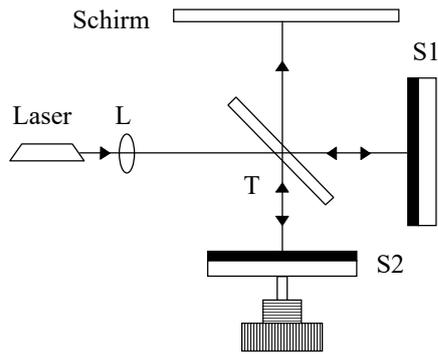

Bild 1: Michelson-Interferometer
- ⇒ Schablone auflegen; Haftmagnetfüße bei L, T, S1 und S2 (siehe Bild 1) aufsetzen; verschiebbaren Spiegelhalter mit piezoelektrischer Mikrometerschraube in Position S2 im Haftmagnetfuß festklemmen; Spiegelhalter bei S1 und S2 auf etwa gleichen Abstand von T bringen.